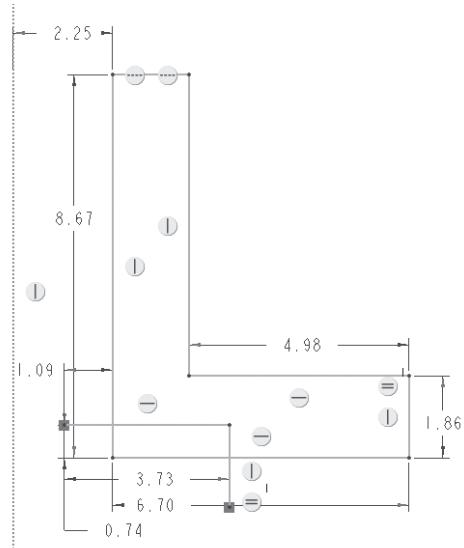

图 2-1-3 草绘轮廓
(2) 单击顶部工具栏中的“中心线”按钮，在草绘区内单击，确定中心线通过的一点。移动鼠标，在适当位置单击，确定中心线通过的另一点，系统通过两点创建一条中心线。重复以上步骤可绘制另一条中心线。单击鼠标中键，结束命令。
(3) 参照法兰盘的外形轮廓创建草绘轮廓，如图 2-1-3 所示。系统会自动产生弱尺寸约束。